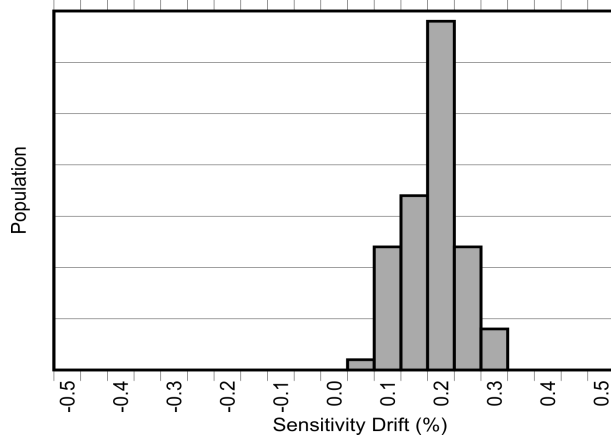
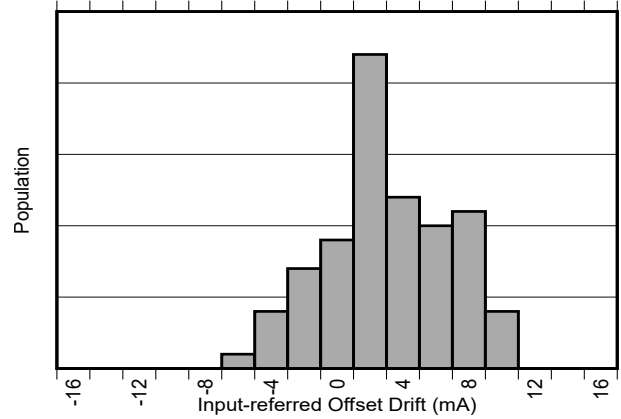

图 8-3. AEC-Q100 高温工作寿命应力测试后的灵敏度误差漂移
图 8-4. AEC-Q100 高温工作寿命应力测试后的以输入为基准的失调漂移
除了较大的热漂移之外，典型的磁性电流传感器由于在器件的寿命内老化，其灵敏度还会出现 2% 到 3% 的额外漂移。TMCS1133-Q1 中用于降低温度漂移的相同专有补偿技术也用于大大降低由于应力和环境条件（尤其是在较高的运行温度下）引起的老化而导致的寿命漂移。如 电气特性 所示，TMCS1133-Q1 具有行业出色的寿命灵敏度漂移，这是在标准三批 AEC-Q100 认证期间，在 130°C 和 85% 相对湿度 (RH) 下进行高加速应力测试 (HAST) 后实现的。在按照 AEC-Q100 认证规定进行 1000 小时、125°C 高温工作寿命应力测试后，还观察到 电气特性 中规定的界限内的低灵敏度和温漂。这些测试模拟了器件在使用寿命期间的典型运行情况，表明与典型的磁性电流传感器相比，由于老化导致的器件性能变化得到了极大的改善。图 8-3 和图 8-4 展示了在进行 AEC-Q100 规定的 1000 小时、125°C 高温工作寿命应力测试后的灵敏度和失调电压漂移。器件的运行性能在器件的整个生命周期内存在差异。该测试模拟了典型的器件寿命，并表明器件与典型磁传感器相比可能会大幅提高性能。